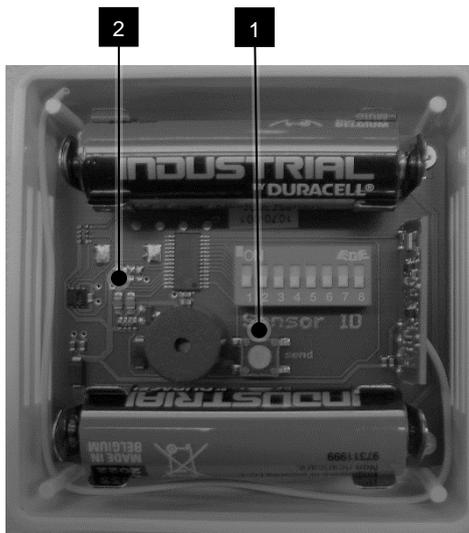

Abb. 9: Funktionsfähigkeit prüfen
3. Das Funk-Sensor-System auf Funktionsfähigkeit überprüfen. Dazu den Knopf (Abb. 9/1) drücken.
- ⇒ Wenn die LED (Abb. 9/2) kurz aufleuchtet, ist das Funk-Sensor-System betriebsbereit. Wenn das Funk-Sensor-System im Betrieb einen kurzen Signalton in regelmäßigen Abständen abgibt, Batterien erneuern.